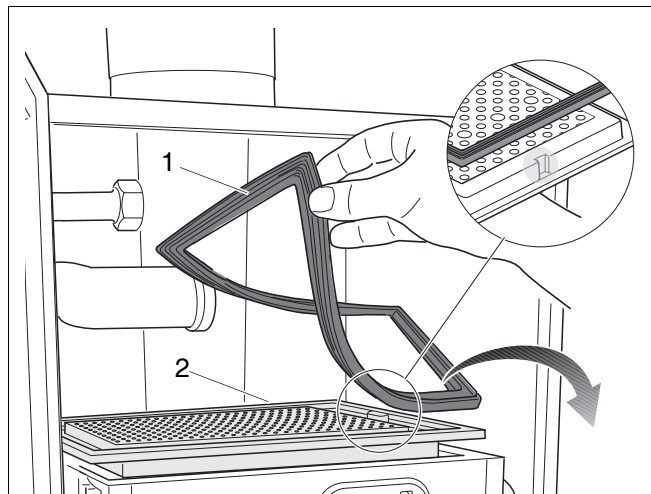

Fig. 88 Rimuovere il bruciatore e la relativa guarnizione
- Rimuovere la guarnizione del bruciatore (fig. 88, pos. 1), sostituirla secondo necessità.
- Rimuovere il bruciatore (fig. 88, pos. 2) e pulirne tutti i lati con aria compressa o con una spazzola delicata.
Verificare, al reinserimento del bruciatore, che la scanalatura si trovi a destra (fig. 88, zoom).